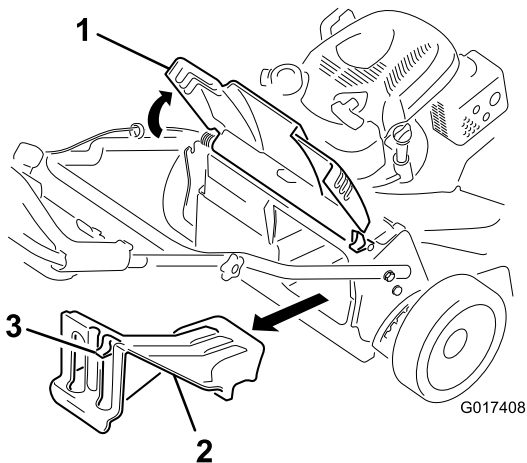

Figura 27
1. Levante y sujete el deflector trasero (Figura 27).
2. Retire el tapón de descarga trasera presionando hacia abajo sobre el enganche con el dedo pulgar y extrayendo del tapón de la máquina (Figura 27).